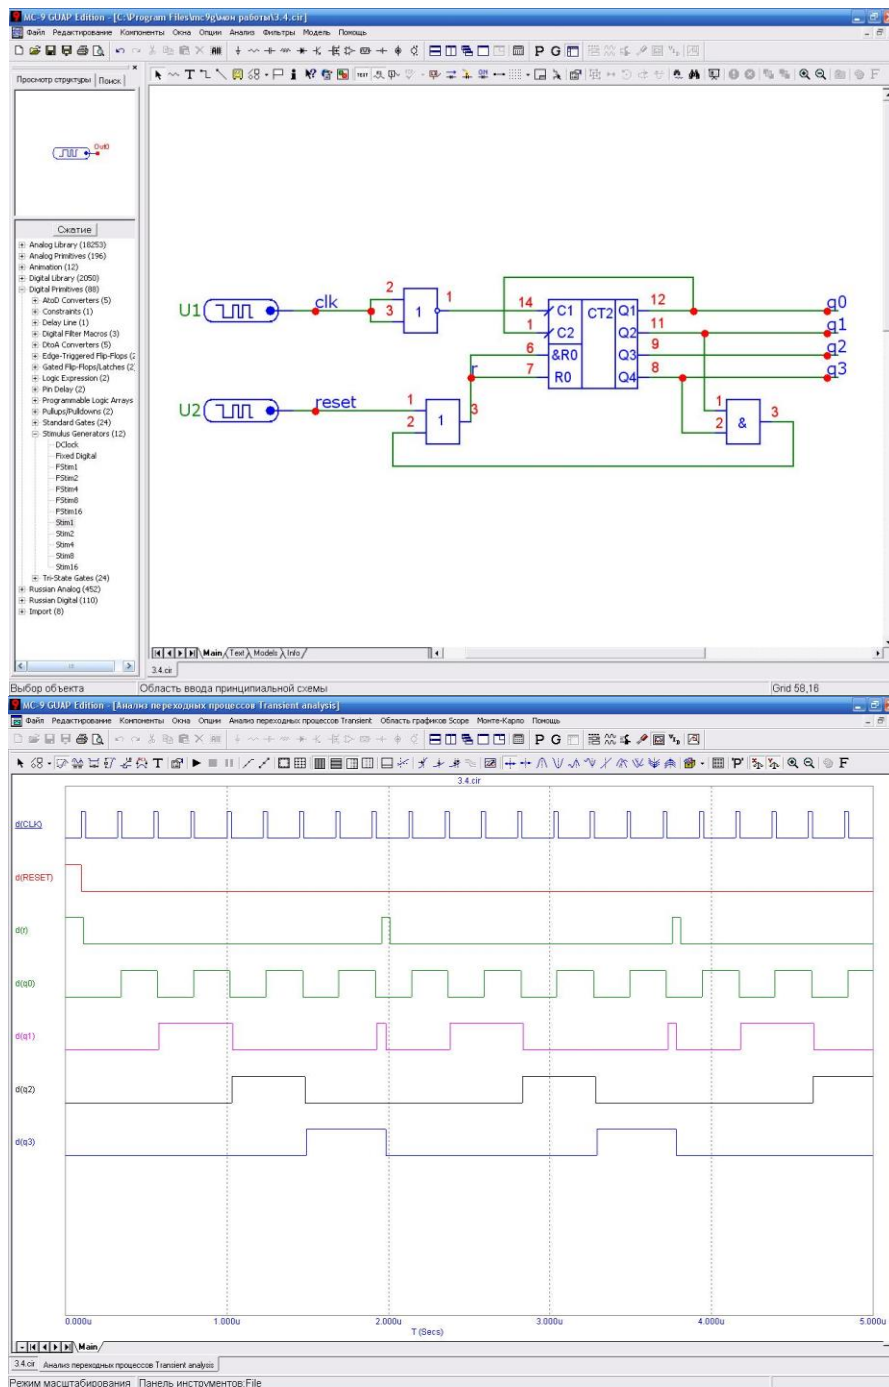

Рис. 27. Двоично-десятичный счетчик. Результаты моделирования.
2. Выполнить моделирование работы счетчика и построить временные диаграммы. Пример построения схемы и результаты моделирования показаны на Рис. 27.